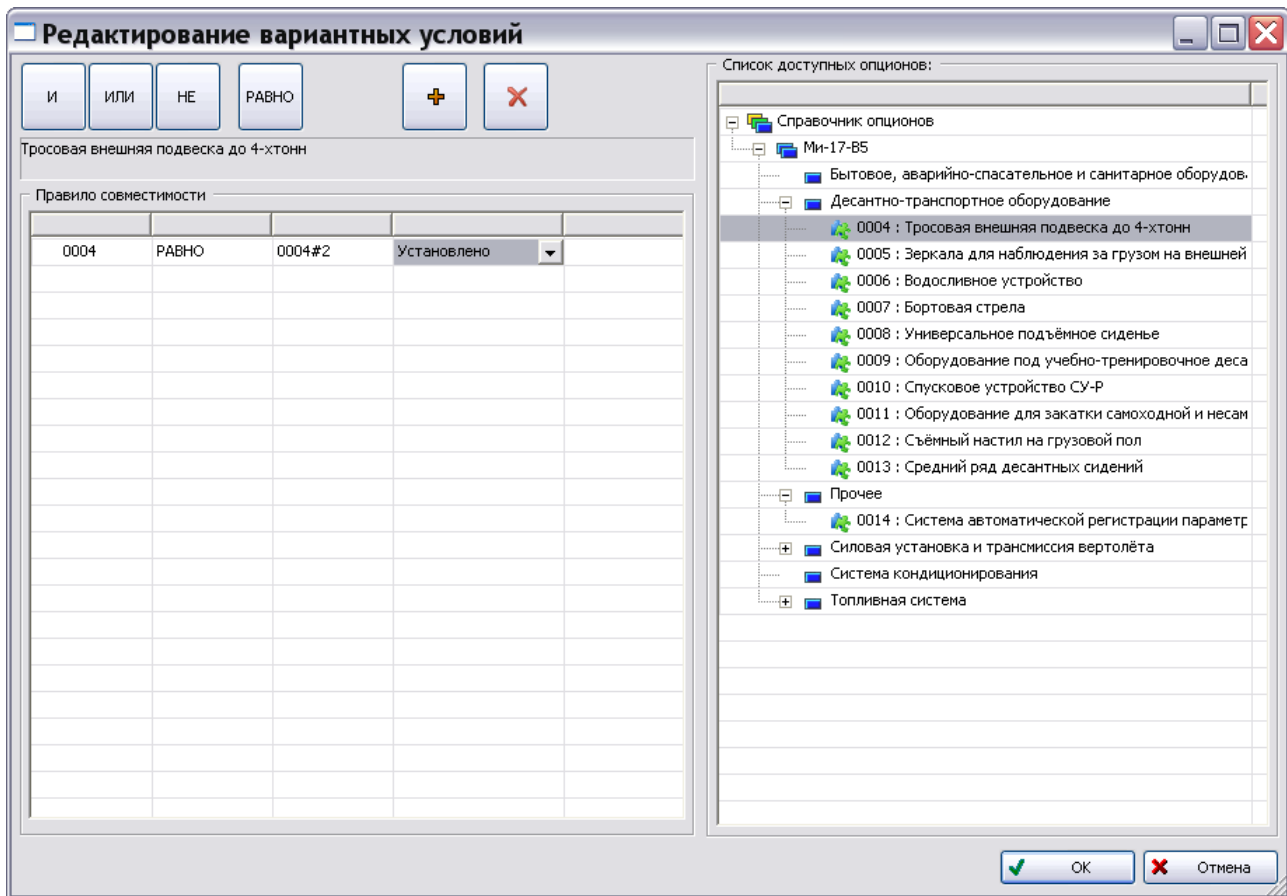

Рис. 71
- В правом окне **Список доступных опционов** раскройте дерево опционов (Рис. 71).
- В подразделе справочника «Десантно-транспортное оборудование» выделите опцион «Тросовая внешняя подвеска до 4-х тонн» и нажмите на кнопку **Добавить поле**  на панели инструментов левого окна. В таблице **Правило совместимости** появится введенное правило (Рис. 71).
- Щелкните по ячейке «Не установлено» и выберите значение «Установлено» (Рис. 71).